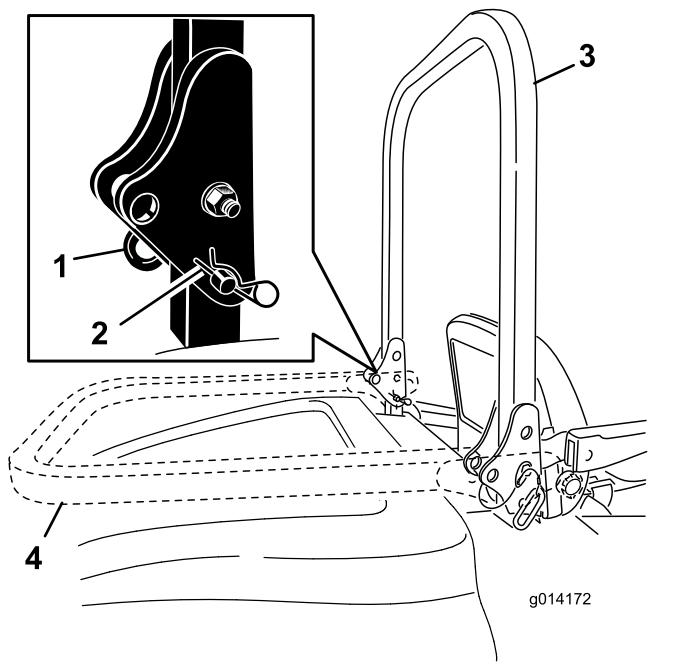

图18
1. 要放低翻车保护杆请取下发卡销将翻车保护杆向前推到顶住弹簧然后卸下2个柱销图18。
2. 将翻车保护杆放低到向下位置 图18。
3. 安装 2 个柱销并用发卡销将其固定 图18。
4. 要升起翻车保护杆请取下发卡销然后卸下 2 个柱销 图18。
5. 将翻车保护杆提升至直立位置然后安装 2 个柱销并用发卡销将其固定 图18。